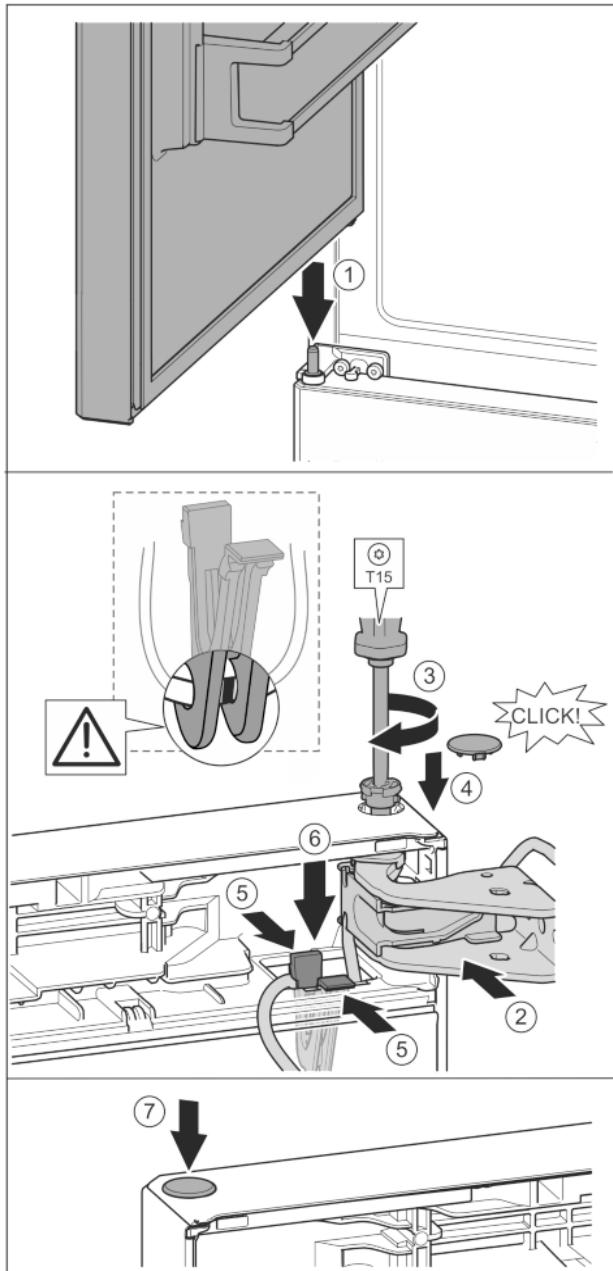

Fig. 36
- Horní dveře usaďte na prostředním ložiskovém čepu Fig. 36 (1)
- Dveře nahore vyrovnejte s otvorem ve stojanu ložiska. Fig. 36 (2)
- Vložte čep a pevně jej utáhněte šroubovákem T15. Fig. 36 (3)
- K zajištění dveří namontujte bezpečnostní kryt: Bezpečnostní kryt nasadte a zkontrolujte, zda přiléhá na dveře. V opačném případě čep zcela zasuňte. Fig. 36 (4)
- Držák s upevněným kabelem vložte do otvoru. Fig. 36 (5)
- Tlačete držák dolů, až lamela zapadne. Fig. 36 (6)
- Vložte zátku. Fig. 36 (7)